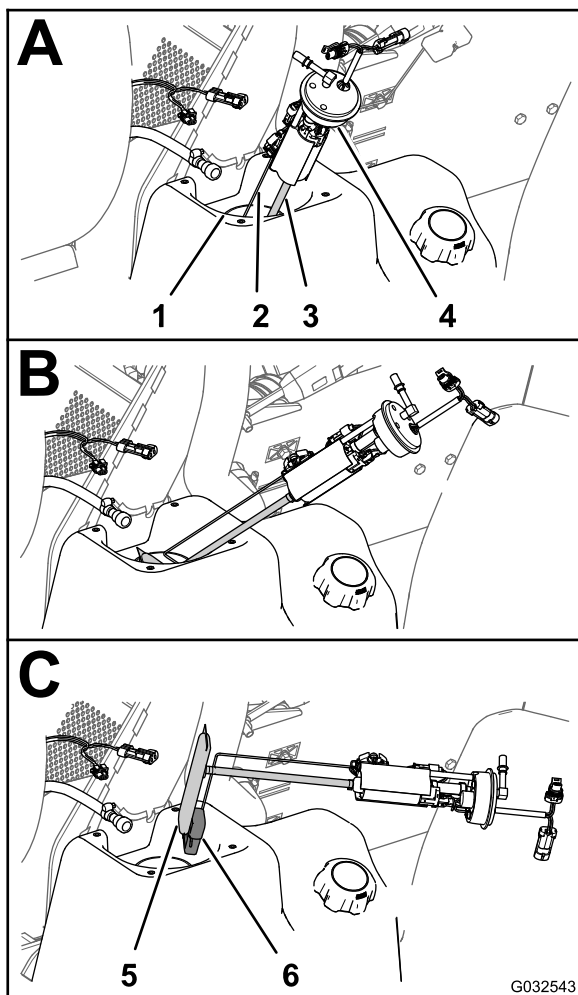
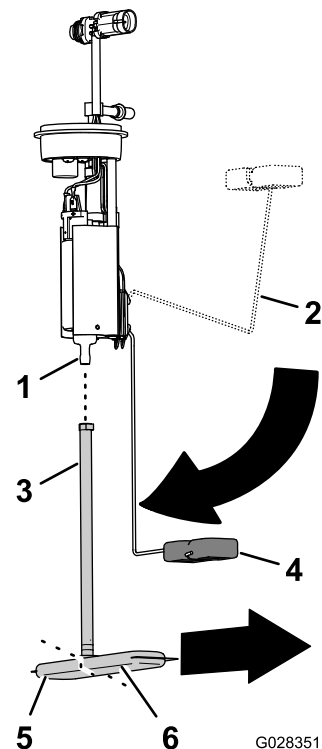

Figura 87
Figura 88
4. Levante y gire cuidadosamente la bomba de combustible/sensor para extraerlos del cuello del depósito de combustible (Figura 87).
1. Retire el tubo de aspiración del filtro de combustible del conector de la bomba de combustible (Figura 88).
2. Alinee el tubo de aspiración del filtro de combustible nuevo con el conector de la bomba de combustible (Figura 88).
3. Alinee la pata larga del filtro de combustible con el flotador, con el flotador en la posición de vacío (Figura 88).
4. Introduzca el conector de la bomba de combustible en el tubo de aspiración hasta que el conector quede bien asentado (Figura 88).
1. Junte el brazo del flotador y el tubo de aspiración, e introduzca el flotador y el filtro de combustible por el hueco del depósito de combustible (Figura 87).
2. Coloque la bomba de combustible/sensor en el hueco del depósito (Figura 87 y Figura 88).
3. Instale la junta y la tuerca sobre la bomba de combustible/sensor y sobre el cuello del depósito de combustible, y apriete la tuerca a mano (Figura 87).
4. Conecte el acoplamiento de la manguera de combustible al conector de la bomba de combustible (Figura 87).
5. Conecte el conector hembra de 2 vías del arnés de cables de la máquina al conector de 2 pines de la bomba de combustible/sensor; conecte el conector de 2 pines del arnés de cables de la máquina al conector hembra de 2 vías de la bomba de combustible/sensor (Figura 87).